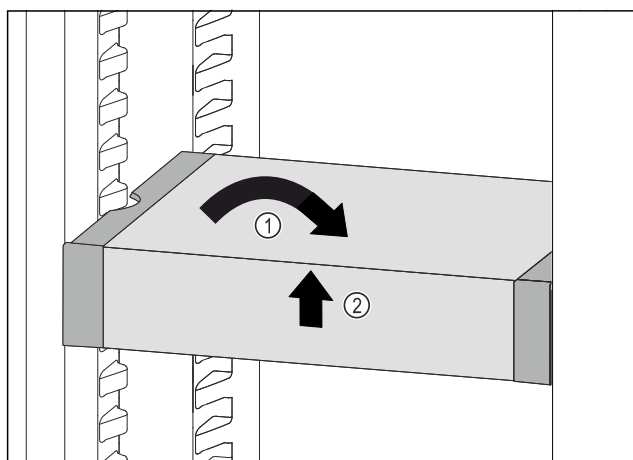

Fig. 101
- Изправете VarioSafe. Fig. 101 (1)
- Повдигнете VarioSafe отпред. Fig. 101 (2)